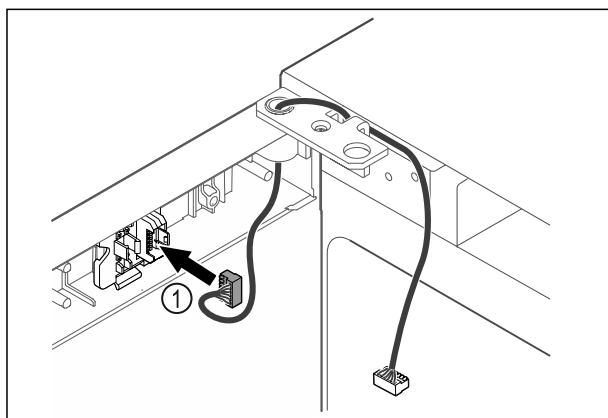

Fig. 47
- Futni spinën Fig. 47 (1) në mbajtësen e spinës.